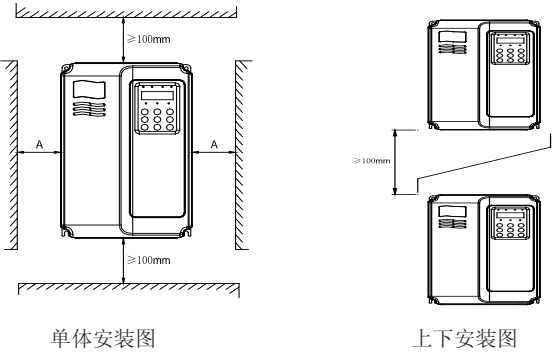

图3-1 CS500安装示意图
- 1) 请垂直安装CS500, 便于热量向上散发。但不能倒置。若柜内有较多CS500时, 最好是并排安装。在需要上下安装の場合, 请参考图3-1的示意, 安装隔热导热板。
- 2) 安装空间遵照图3-1所示, 保证CS500的散热空间。但布置时请考虑柜内其它器件的散